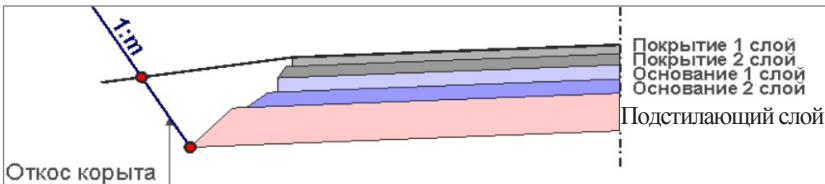

Рис. 19.6
- По низу подстиляющего слоя – низ корыта определяется граничными точками по низу ПС слева/справа (рис. 19.6).
Если смещение задано >0 , то ширина корыта увеличивается (рис. 19.6-а).